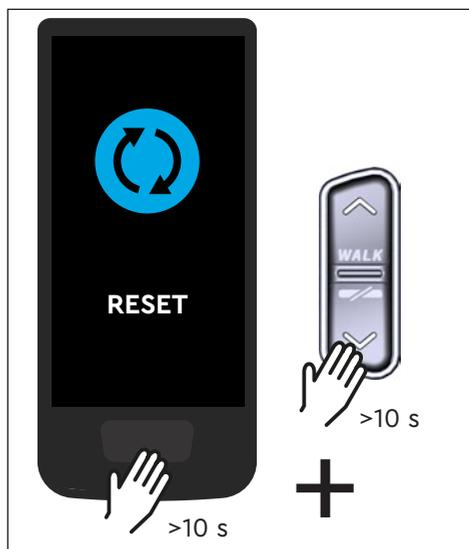

Fig. 10: Redefinir para as configurações de fábrica
- ▶ Pressione e mantenha pressionado o botão no Display e o botão DOWN no Remote por pelo menos 10 s, o Setup-Mode é indicado primeiro e o RESET é seguido (consulte Fig. 10).